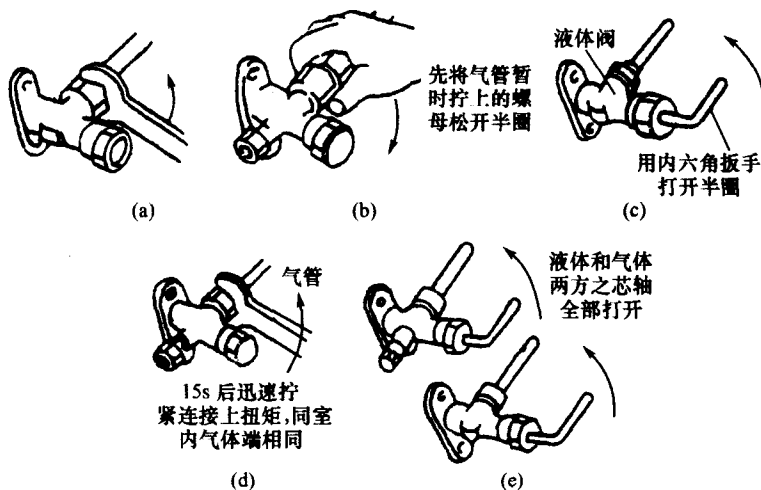

图1-3 排除系统管道空气的操作方法
空调器的室内、室外机连接好后,要排除系统管道中的空气,才能达到良好的制冷效果。通常的做法是采用室外机组里的制冷剂来排除室内机组的空气。排除系统管道空气的操作方法,如图 1-3 所示。
(1) 首先把室外机组的低压液体管锁母拧紧,如图 1-3(a)所示。
(2) 将暂时拧上的低压气管锁母松开半圈,如图 1-3(b)所示。
(3) 用万能扳手下 2 个低压截止阀外的保护螺帽。用内六角扳手打开液体阀门(如图 1-3(c)所示)时,当听到氧化的制冷剂泄出“嘶”声后,过 15s 立即关闭截止阀,如图 1-3(d)所示。这时应有气体从已松开的低压气体管锁母处排出,等“嘶”声渐渐消失后,重新将液体截止
(4) 管路中空气排净后,立即拧紧低压气管锁母。
(5) 用内六角扳手,把液体和气体2个截止阀逆时针方向全部打开,如图1-3(e)所示,然后拧上阀端的密封保护帽。